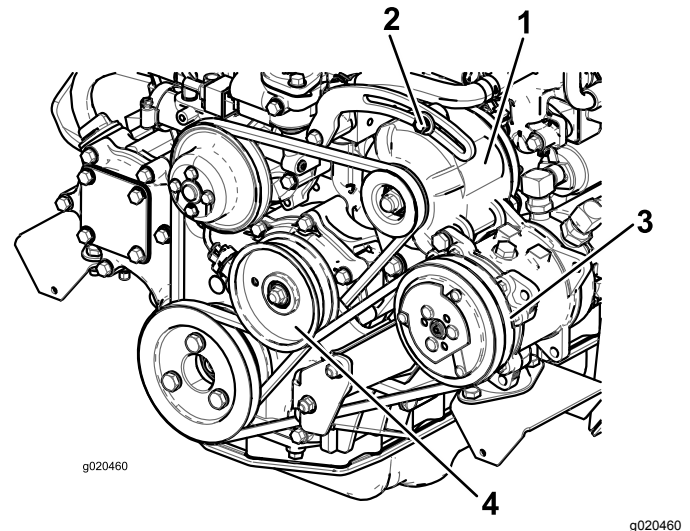

Figura 74
Si la desviación no es de 10 mm, afloje los pernos de montaje del alternador (Figura 74).
- Si la desviación no es de 10 mm, afloje el perno de montaje de la polea tensora (Figura 74).